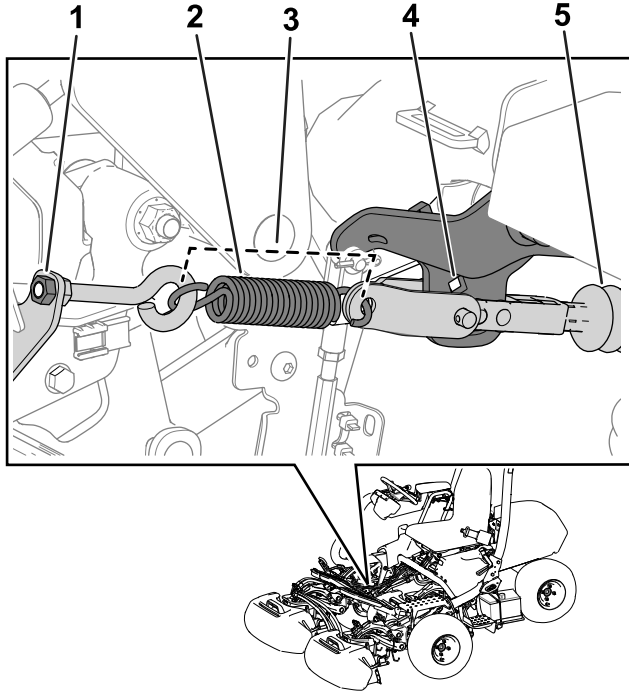

Bild 30
Hinweis: Weitere Informationen zu dieser Vorgehensweise finden Sie auf Bild 30.
5. Lösen Sie die Spannung auf die Feder, indem Sie die Mutter lösen, mit der die Öse an der Federhalterung befestigt ist (Bild 30).
3. Setzen Sie die Feder ein, siehe Bild 30.
4. Ziehen Sie die Ösenmutter auf eine Federlänge von 11,4 cm fest, wenn sie installiert ist (Bild 30).